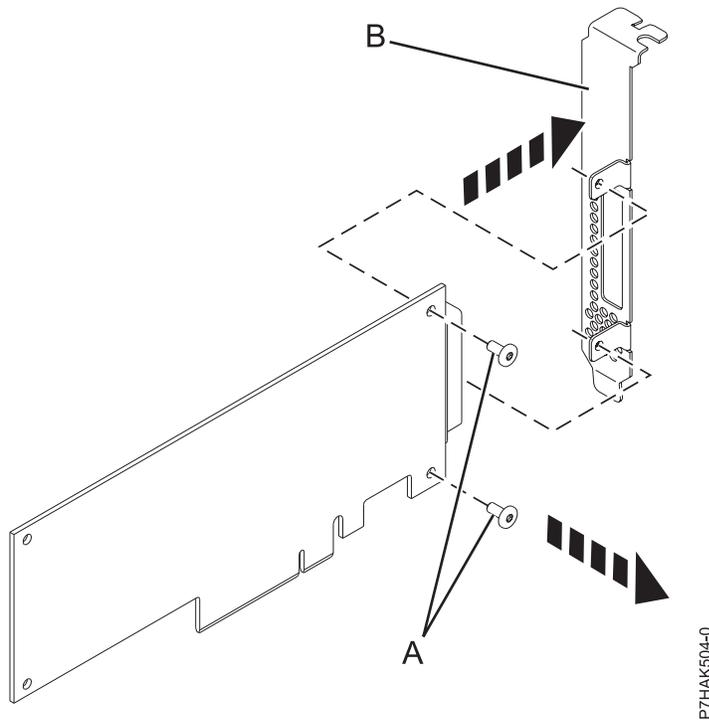

Figure 31. Retrait de la contre-poupée grand format d'une nouvelle carte PCIe
8. A l'aide d'un tournevis cruciforme, desserrez les deux vis de fixation (A) qui servent à fixer la contre-poupée grand format (B) à la nouvelle carte PCIe, comme illustré dans la figure 31, à la page 49.